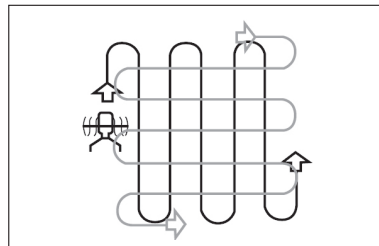

Fig. 12
6. Are la tierra en pasadas que se solapen ligeramente. El patrón más eficaz para arar tierras es mover el producto hacia arriba y hacia abajo en líneas verticales y, a continuación, moverlo en líneas horizontales de izquierda a derecha (Fig. 12). De esta forma, las pasadas serán regulares y se arará toda la tierra sin dejarse ninguna zona.